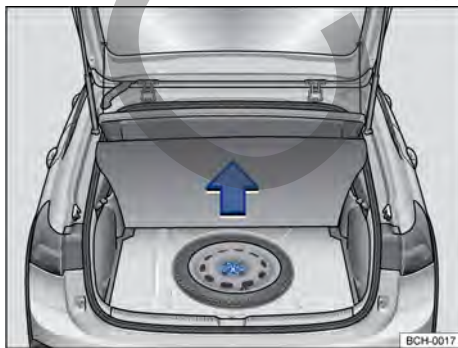

Fig. 158 En el maletero, por debajo del revestimiento del piso: rueda de emergencia y herramientas de a bordo.
Las herramientas de a bordo y la rueda de emergencia están ubicadas en el maletero, debajo de la alfombra → fig. 158.
- Levantar el revestimiento del maletero → fig. 158.